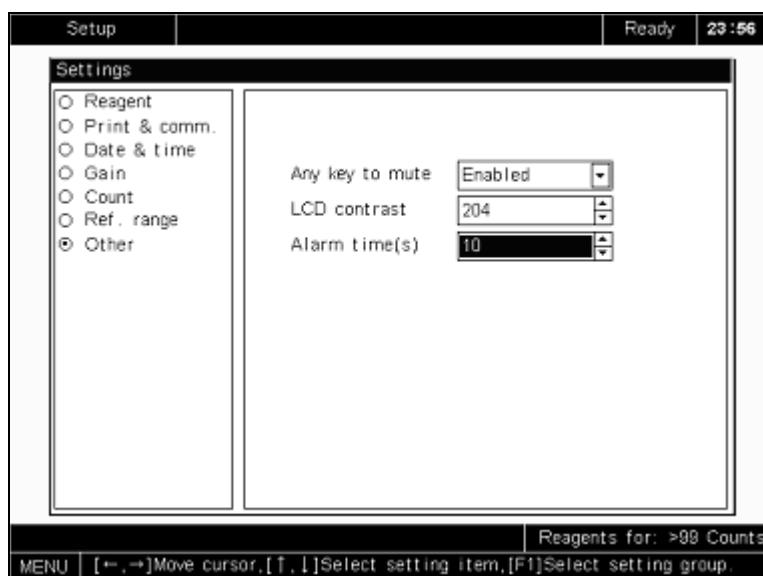

Abbildung 5-32 Einstellen der Alarm-Zeit
56. **WÄHLEN** Sie **“Alarm-Zeit(en)” AUS**, wie in Abbildung Abbildung 5-32 dargestellt;